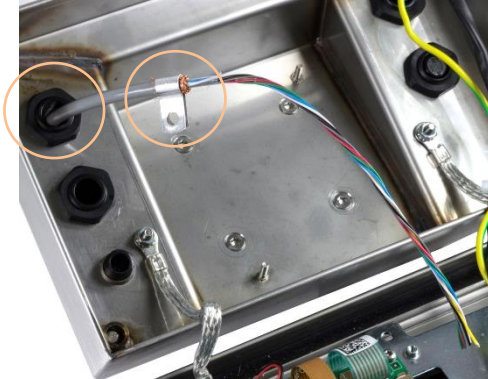

Abbildung 2-27: Einführung des Wägezellenkabels in das IND236-Gehäuse, mit Gehäuseerdungsklemme
1. Das Wägezellenkabel tritt über die Kabeldurchführung entsprechend Abbildung 2-27 in das Gehäuse ein.
- Schieben Sie die Erdungsklemme des Terminals über die freigelegte Abschirmungsader (siehe Abbildung 2-27).